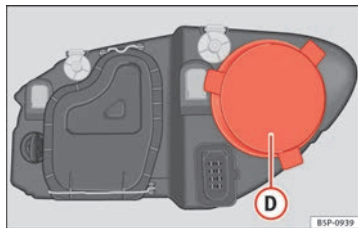

Abb. 188 Standlicht
- Den Deckel ⇒ Abb. 188 ① abziehen.